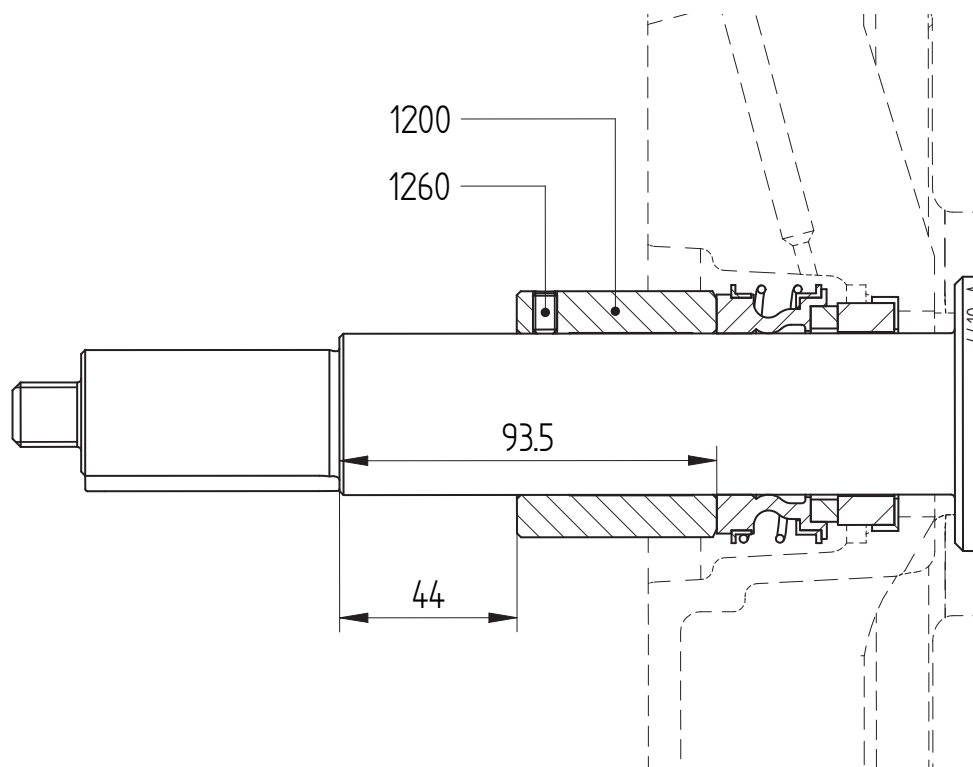

Figure 12: Réglage de la garniture mécanique M1 de la pompe taille 200-160.
- 2 Installez la chemise d'arbre (1200) et réglez la distance avec la collerette de l'arbre sur 44 mm. Voir la figure 12 du paragraphe 7.5.3 "Montage d'une garniture mécanique M1". Serrez les vis de réglage (1260).
- 2 Pour les pompes de taille 200 - 160 uniquement : Desserrez les vis de réglage (1260). Voir la figure 12.
- 7 Pour les pompes de taille 200 - 160 uniquement : Réglez la distance entre l'entretoise et la collerette de l'arbre à **44 mm**. Fixez l'entretoise au moyen d'une vis de réglage (1260). Voir la figure 12.